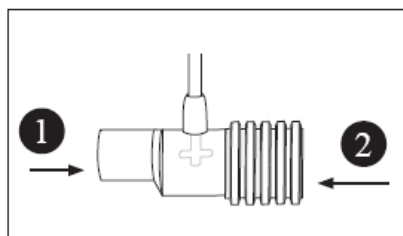

Figura 3.2-2: Adaptador de vias
- 1) Conectar o conector macho do adaptador de vias Microstream[®] (indicação 1 da figura 3.2-2: Adaptador de vias) ao Y do ventilador.
- 2) Conectar o tubo endotraqueal ao conector fêmea do adaptador de vias Microstream[®] (indicação 2 da Figura 3.2-2: Adaptador de vias).